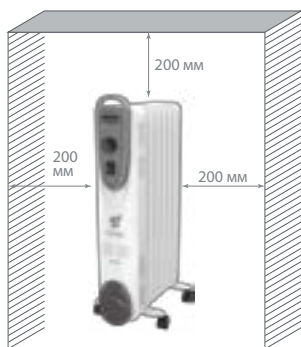

Рис. 1
- Минимальные расстояния до других предметов (рис.1):